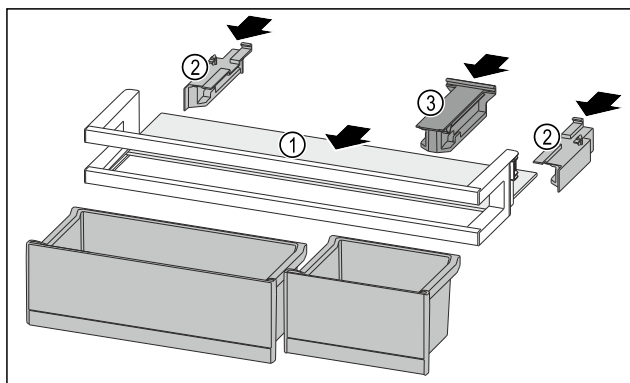

Fig. 149
- ▶ Odkládací plochu Fig. 149 (1) zasuňte do bočních vybrání.
- ▶ Boční díly Fig. 149 (2) vložte.
- ▶ Držák Fig. 149 (3) vložte.